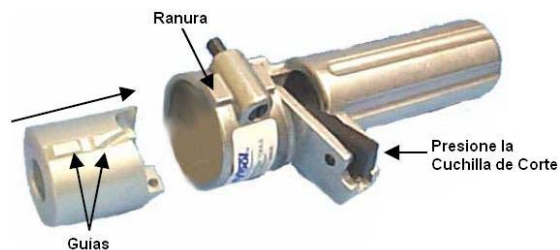

Fig. 2
**Paso 2.** (Fig. 2) Alinee las guías de la boquilla con la ranura del housing de la WS5 para insertar la boquilla. Presione el extremo de la cuchilla de corte e inserte la boquilla hasta que quede asegurada en su posición de operación. La boquilla debe de quedar al mismo nivel que el housing. Vea la Fig. 3